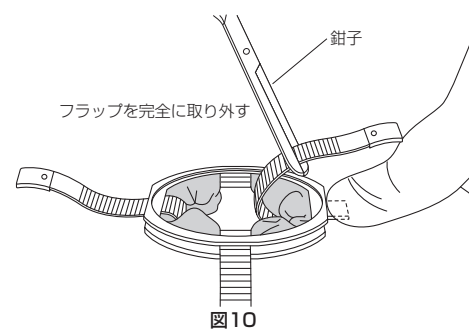

図10
- 3) フラップは体表リングから完全に外れるまで引き戻す。(図10)